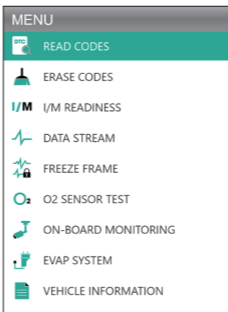

Abbildung 3.2.2
- Zum Abrufen der DTCs wählen Sie bitte Codes lesen (siehe Abbildung 3.2.2) und drücken Sie [OK]. Das Scan-Tool kommuniziert mit der ECU und präsentiert Ihnen DTCs.